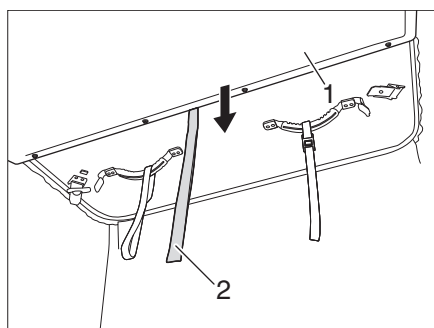

Figure 46 Tirer la couchette vers le bas
- Tirer la couchette (Figure 46,1) vers le bas par la sangle (Figure 46,2).
- ▷ Avant de fermer le toit relevable, abaisser la couchette (Figure 46,1). **Ne pas** abaisser simultanément la couchette et le toit relevable.